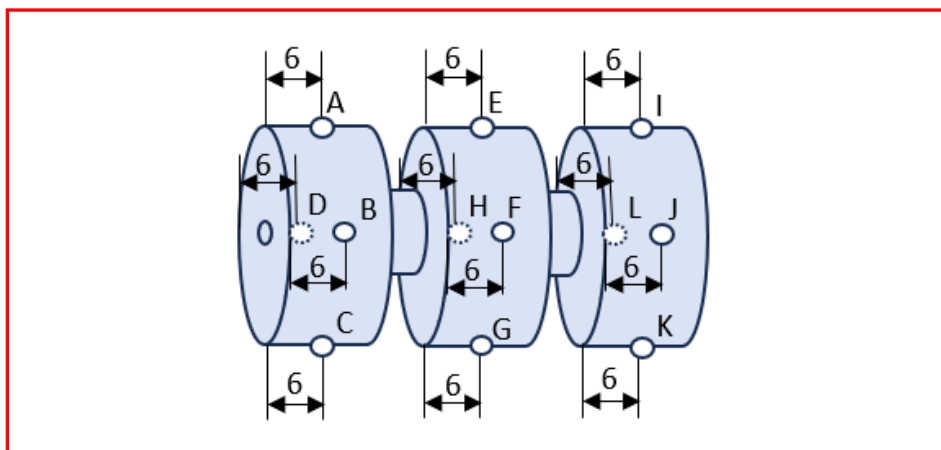

図 3 完品焼入れ試験片の硬さ測定位置
②焼入れ試験片の検査
②-1 割れ検査
②-2 振れ量測定
②-3 表面硬さ測定
- ・焼入れした試験片の指定された測定箇所(図 3)の表面硬さをロックウェル硬さ試験機で測定する。